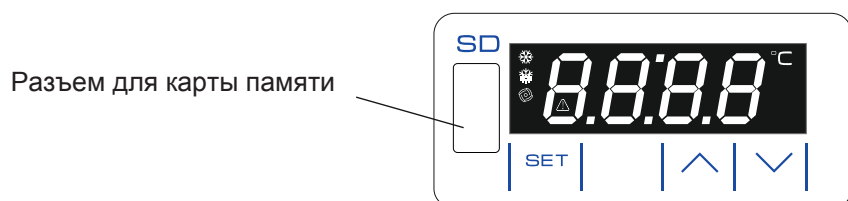

Рис. 2 Блок управления БУ-M01
7.2.1 Блок управления БУ-M01 обеспечивает: поддержание температурного режима в камере, индикацию температуры, включение звуковой сигнализации при выходе температуры в камере за установленные пределы и отключении электропитания, автоматическое отключение вентилятора при открытой двери холодильника. Блок управления БУ-M01 комплектуется картой памяти объемом не менее 128 Мб (установлена в блок управления) для записи показаний в энергонезависимую память в формате ".txt" каждые 5 минут (данный интервал времени установлен на предприятии - изготовителе и может быть изменен потребителем от 1 раза в минуту до 1 раза в час) и аккумуляторными элементами питания, которые обеспечивают запись температурных параметров в отсутствие электропитания в течении 24 часов. В основном рабочем режиме, на дисплее отображается текущая температура в холодильной камере и символы (охлаждения, нагревания, вентиляции, оС). Одновременно с этим происходит сохранение информации во внутренней памяти блока управления о текущей температуре, с заданным интервалом времени. При переполнении внутренней памяти, происходит перезапись наиболее старых значений новыми. Датчик температуры размещается внутри камеры холодильника. Органы управления выведены на панель управления холодильника (рис.2):